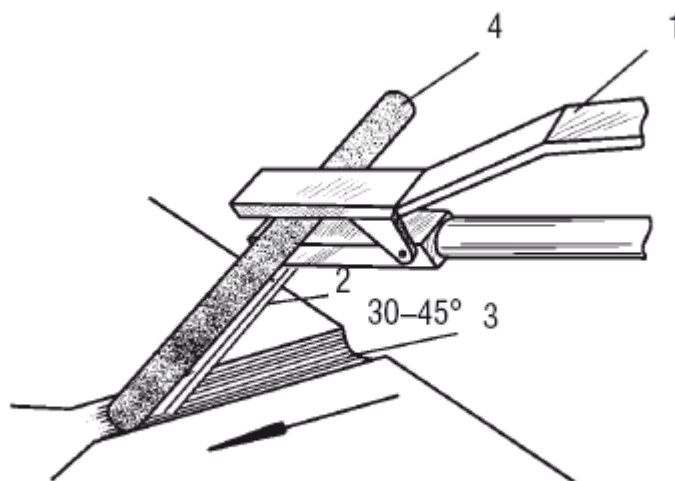

Рис. 75. Схема осуществления воздушно-дуговой резки: 1 – резак; 2 – струя воздуха; 3 – канавка; 4 – электрод
3. При воздушно-дуговой резке (рис. 75) металл расплавляют электрической дугой, возбуждаемой между изделием и угольным электродом (пластинчатым или круглым), и удаляют струей сжатого воздуха.